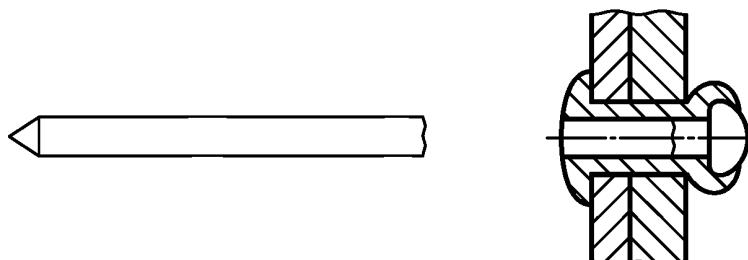

Рисунок 5 — Разрывающийся вытяжной сердечник
**2.2.1.2 разрывающийся вытяжной сердечник (break pull mandrel):** После установки заклепки сердечник разрывается около соединения его головки и хвостовика, при этом головка и небольшая часть хвостовика сердечника могут оставаться в корпусе заклепки (рисунок 5).
2.4.2 **частично заполненная сердцевина (semi-filled core)**: Заклепка, у которой после установки в корпусе остается только небольшая часть сердечника (рисунок 5).